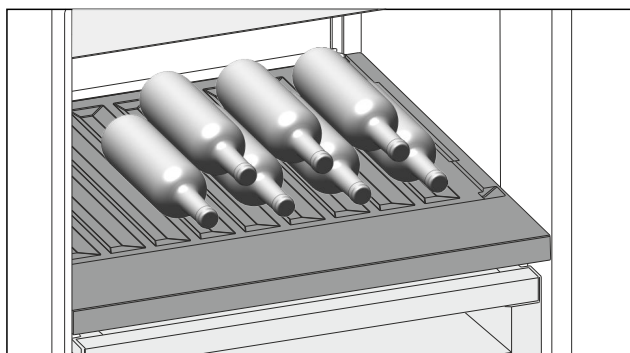

Fig. 195 Примерное изображение
- ▶ Бутылки укладывайте дном к задней стенке. (см. Fig. 195)